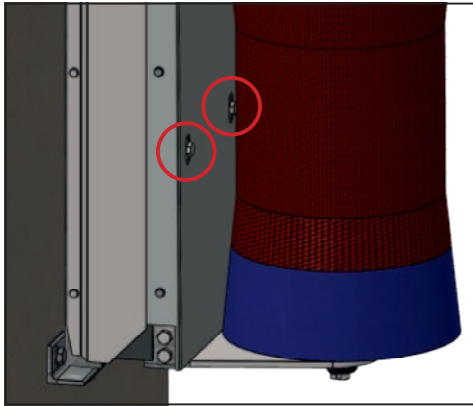

Figure 5 : Enlèvement de la vis de sécurité de transport
4. Retirer les (2) vis de sécurité de transport et les conserver pour une utilisation ultérieure. (Fig. 5)